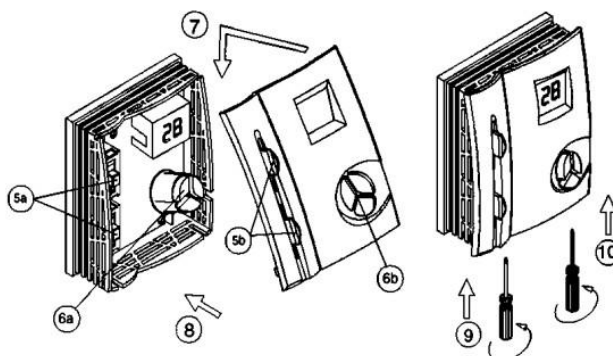

Рис. 2
• Закрепить пульт на стене, собрать пульт управления (рис.2).